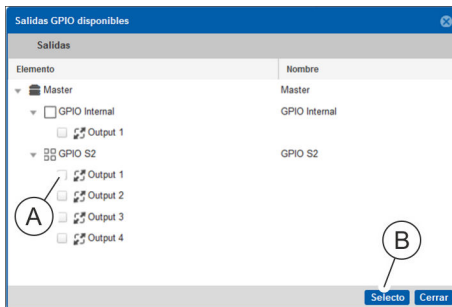

Fig. 126: Ventana "Salidas GPIO disponibles"
- ⇒ Se abre la ventana "Salidas GPIO disponibles" (Fig. 126).
10. Seleccione la salida del módulo GPIO que desee (Fig. 126/A) y confirme la selección con el botón "Seleccionar" (Fig. 126/B).